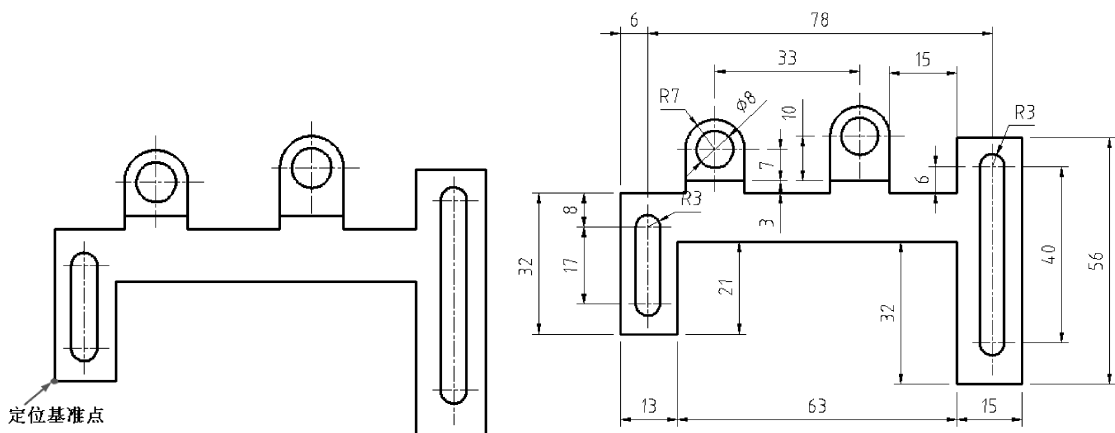

图 2-63 图形中有圆但圆心不能作为参考基准
- 某些图形中有圆、圆弧或椭圆等，但不是测量基准，不足以作为参考基准使用，那么仍然以左下角点为参考基准中心，如图 2-63 所示。